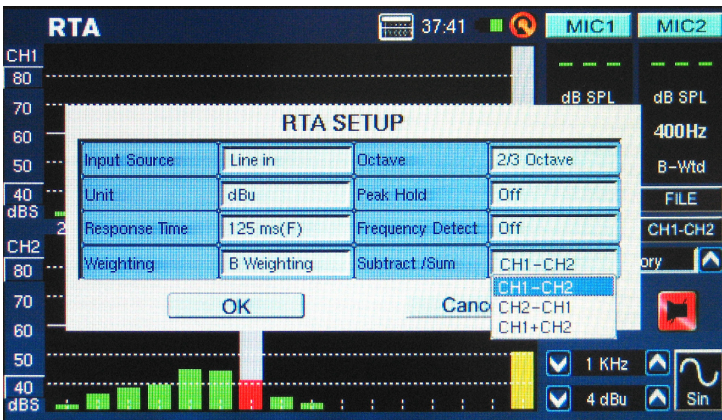

figura 29
- Usted puede también querer ajustar el tiempo de respuesta, ponderación, octava, peak hold, detección de frecuencia y las propiedades de Resta/Suma (figura 29).